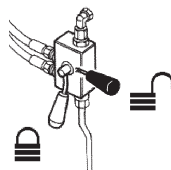

Fig. 6.3
- Öppna gängtappen i fig. 6.3 för att möjliggöra utdragning av stödbenet.
- Stäng gängtappen i fig. 6.3.